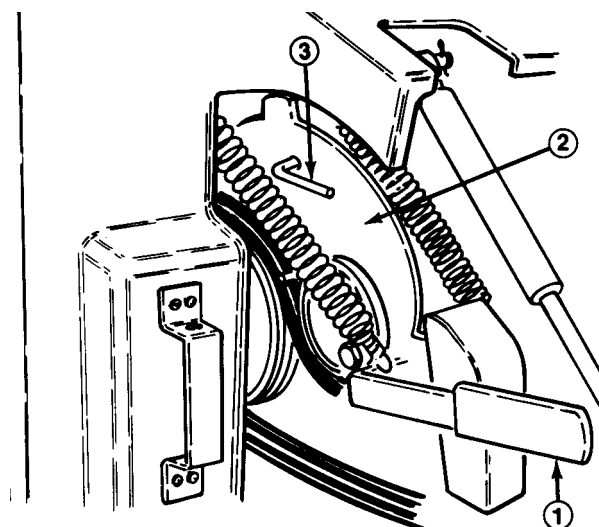

Fig. 17
- Trykk omstøtningshendelen (fig. 17) ned til hullene i hendelbraketten og kjernebraketten står på linje—stikk så stiften inn gjennom hullene.
2. Skyv omstøtningshendelen ned til hullene i hendelbraketten og kjernehodet står overrett—stikk stiften inn i hullene (fig. 17).